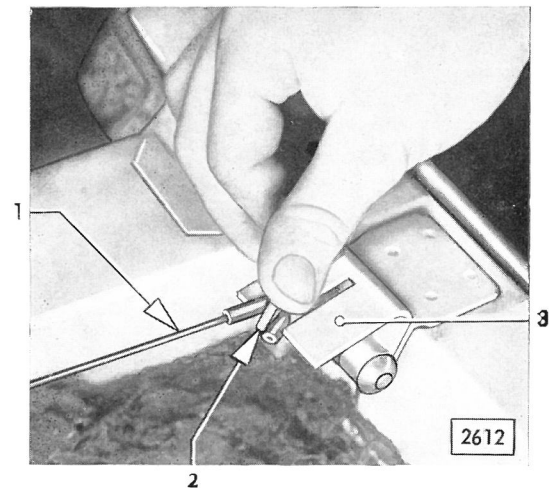

Bild 167 - Sitzverstellhebel nur so weit wie gezeigt nach unten drücken
a) Zugstange (167/1) zuerst auf rechter Seite aushängen, **hierbei darf der Sitzverstellhebel (167/2) nicht weiter nach unten gedrückt werden, als dies in Bild 167 gezeigt ist, da sonst die Feder**